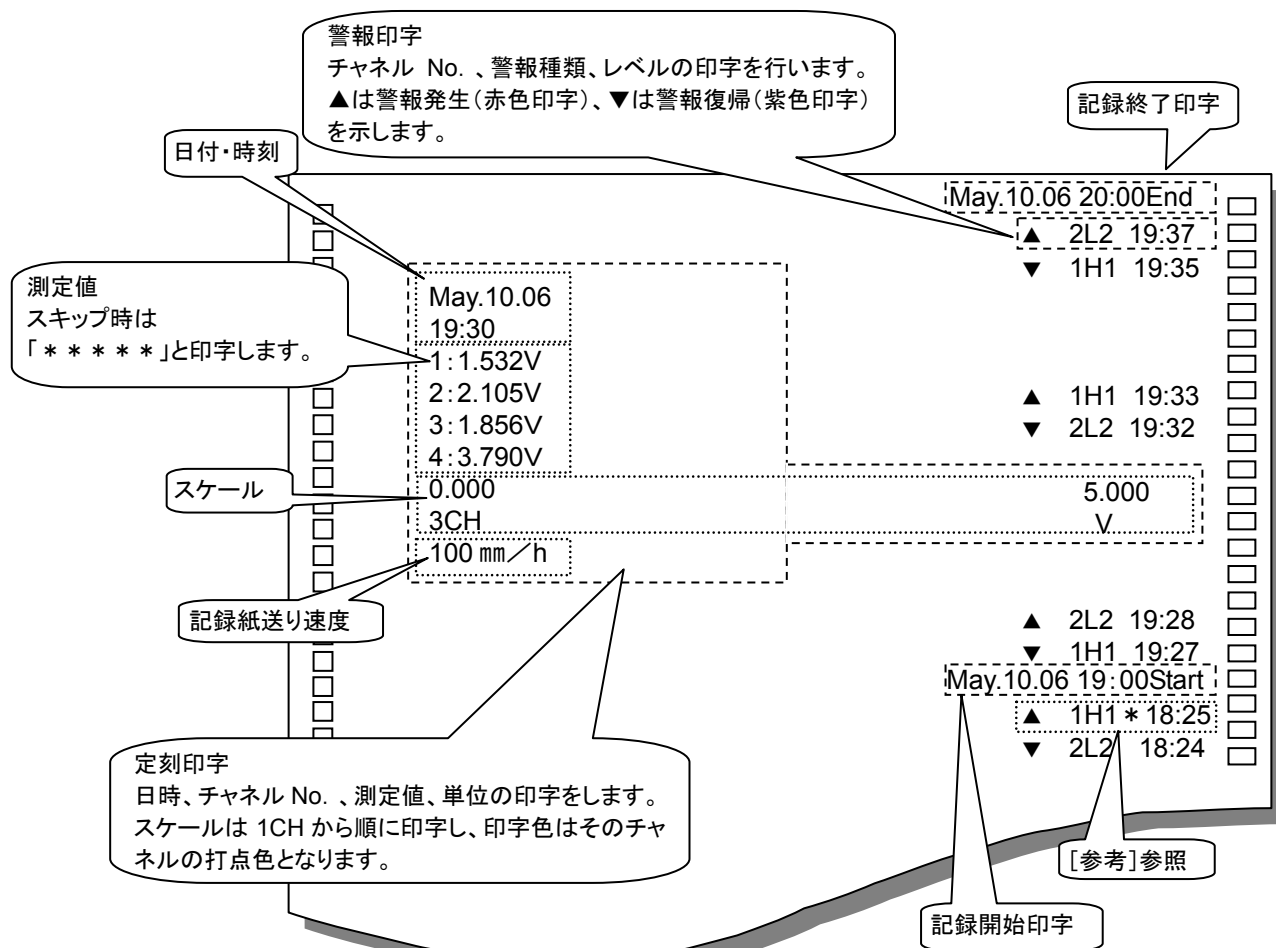

図 6.2 印字サンプル
- ・ 印字動作には、下記の優先順位があります。同時に複数の印字を起動した場合、上位のものを先に印字します。下位の印字動作は上位の印字動作が終了した後印字します。ただし、警報印字の場合、下位の印字動作と同時に印字します。(前頁図 6.2(例)では定刻印字と警報印字が同時です。)